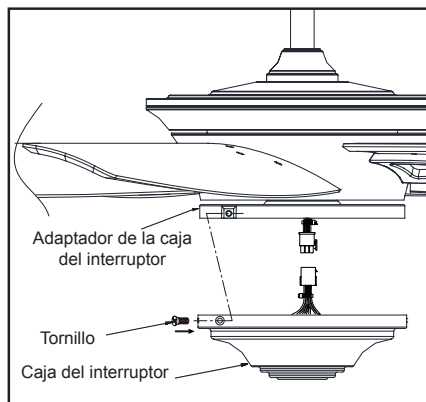

Figura 15
3. Quita tres tornillos del adaptador de la caja del interruptor. Conecta el enchufe del adaptador moldeado de la caja del interruptor con el adaptador moldeado del conjunto motor-ventilador. (Figura 15)
4. Fija la caja del interruptor alineando los tres orificios de tornillos en ella con los orificios correspondientes en el adaptador. Inserta los tres tornillos retirados en el paso 3. Aprieta firmemente los tres tornillos. (Figura 15)